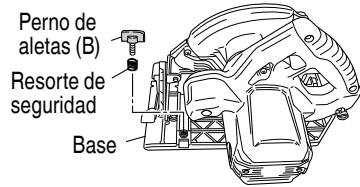

Fig. 10
3. Regulación de la guía (Guía de corte) (Fig. 10, 11)